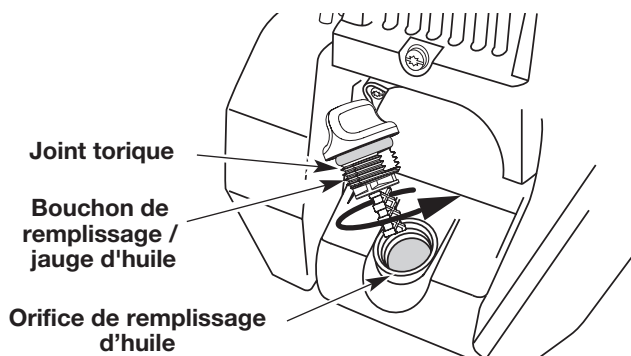

Fig. 41
6. Si le niveau est trop bas, ajoutez un peu d'huile par l'orifice et revérifiez (Fig. 41). Continuez jusqu'à ce que le niveau d'huile atteigne le haut de la jauge.
REMARQUE : Assurez-vous que le joint torique est mis sur le bouchon de remplissage / jauge d'huile au moment de la vérification et du changement d'huile (Fig. 41).